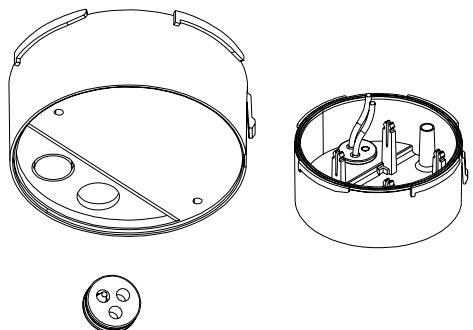

Fig. 5
- 7- Infilare il cavo nel supporto lampeggiante, in funzione del percorso prescelto, e di seguito nel supporto calotta, come in Fig. 5.
- 7- Fit the cable in the flashing lamp support, according to the selected route, and then in the cap support as shown in Fig. 5.